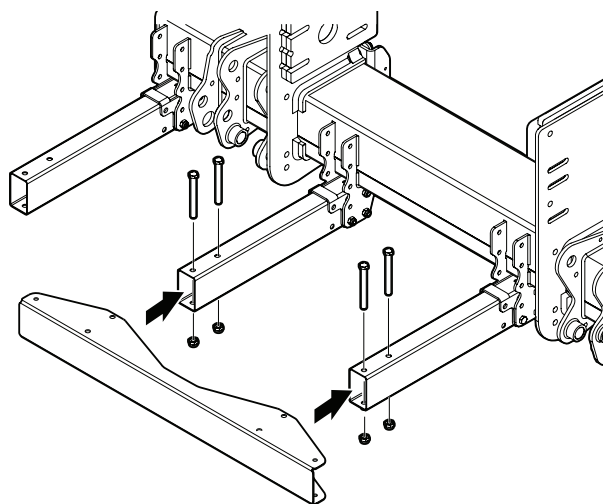

Bild 51. Montering av inre plåtprofil
2. Montera den mittre plåtprofilen med 4 skruvar M12x110 på konsolerna. Se Bild 51.